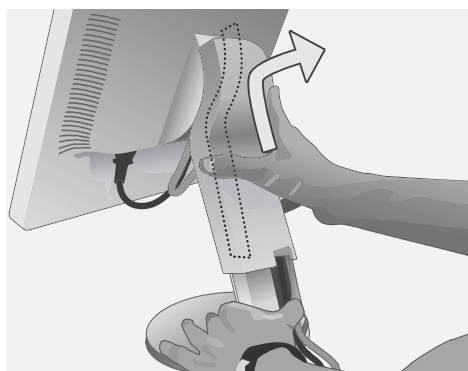

Figura S.1
1. Coloque una mano a cada lado del monitor y levántelo hasta alcanzar la posición más alta. Retire el conducto para cables (**figura S.1**).